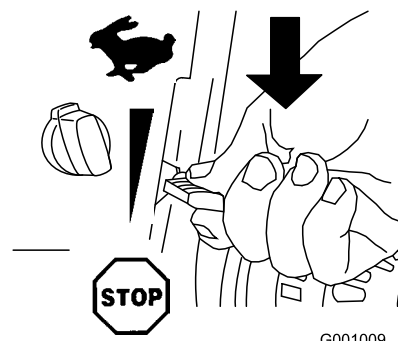

Рисунок 30
1. Переведите дроссельный кран в положение Fast (Быстро) (Рисунок 30).